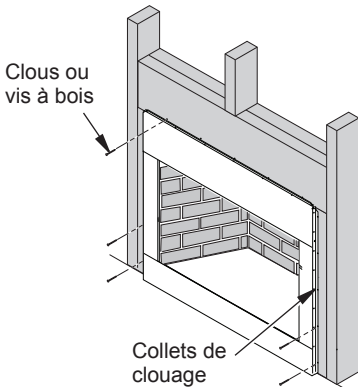

Figure 5 - Fixation de la chambre de combustion aux montants de cloison
5. Fixez le foyer aux montants de cloison à l'aide de clous ou de vis à bois insérés dans les trous des collets de clouage (voir figure 5).